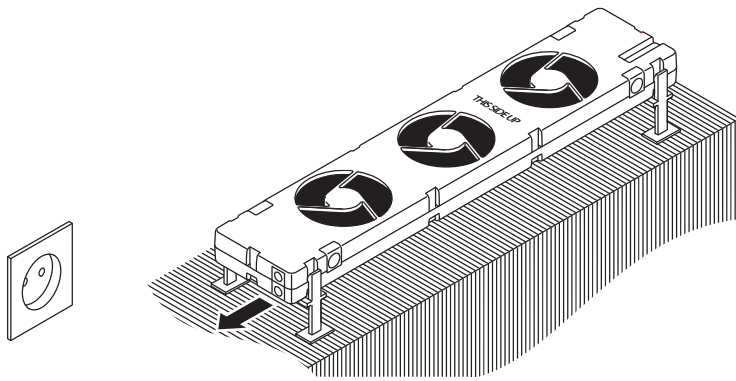

Fig. 9: Posición del **SpeedComfort** (B1) en el convector.
2. Asegúrese de que el **SpeedComfort** (B1) esté orientado hacia arriba y de que los **conectores hembra** (b1, b2) estén orientados hacia la toma de corriente (véase fig. 9).
3. Coloque el **SpeedComfort** (B1) en la parte superior del convector y deje espacio entre los lados del convector y el **SpeedComfort** (B1) para reducir el ruido (véase fig. 9). El SpeedComfort también puede colocarse en el suelo bajo el convector si el espacio lo permite.